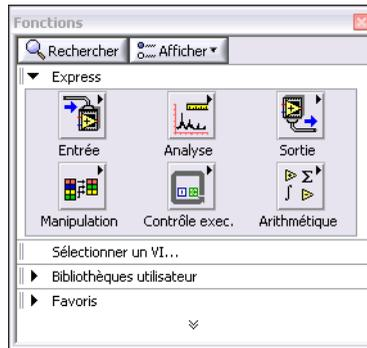

Figure 1-6. Palette des fonctions
- Si la palette **Fonctions**, illustrée dans la figure 1-6, n'est pas visible, sélectionnez **Affichage»Palette des fonctions** pour l'afficher. Par défaut, la palette **Fonctions** s'ouvre en affichant la palette **Express**. Si vous avez sélectionné une autre palette, vous pouvez revenir à la palette **Express** en cliquant sur **Express** sur la palette **Fonctions**.